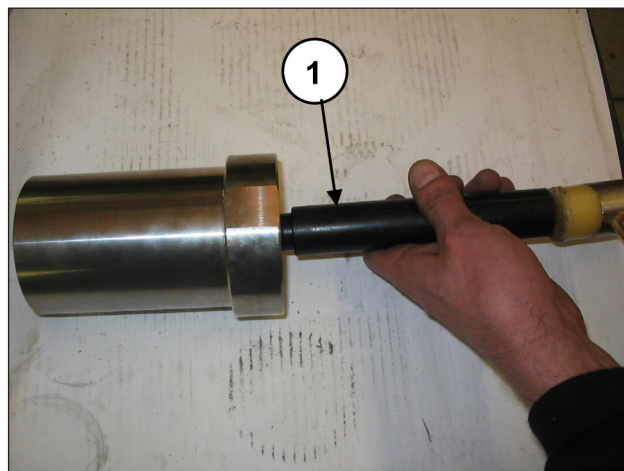
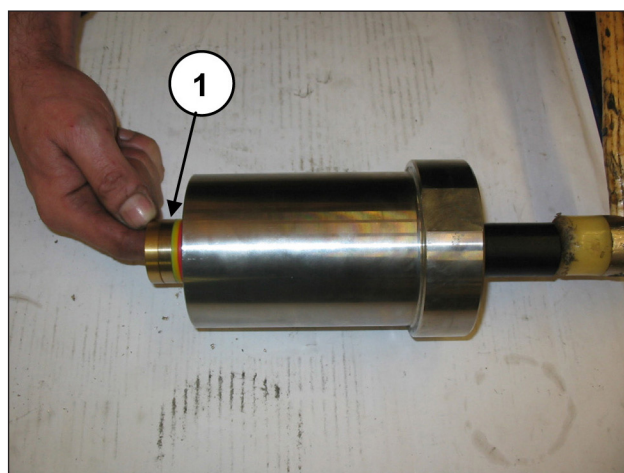

Fig. 114
Fig. 115
Con la camisa separada del soporte de juntas y utilizando una clavija de plástico (pos. ①, Fig. 114) extraer el paquete HP (alta presión) (pos. ①, Fig. 115).
Sustituir el paquete HP (pos. ①, Fig. 115) cada vez que se realicen operaciones de desmontaje.